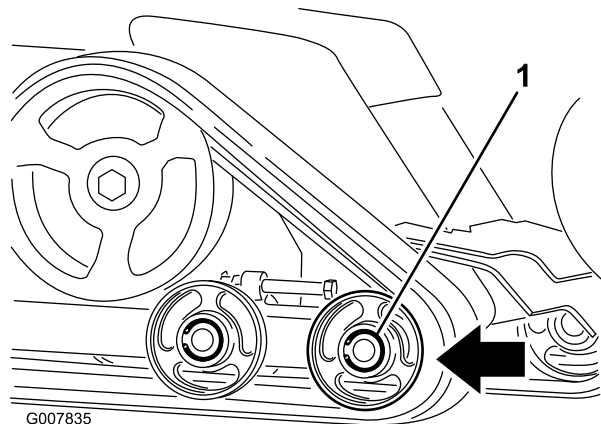

Figura 47
6. Empurre a roda-guia dianteira para trás até o máximo (Figura 47).
8. Depois de extrair a esteira da roda-guia, remova-a por completo da máquina (Figura 47).
9. Instale a nova esteira, começando pela roda dentada motriz, certificando-se de que os dentes da esteira se encaixem entre os espaçadores da roda dentada (Figura 47).
10. Puxe a esteira sob as roda-guia traseira e intermediária, encaixando-a (Figura 47).